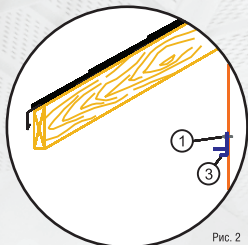

Рис. 2
- 1.1 При отсутствии направляющих брусков, закрепите на стене F-профили (3) (рис. 2).